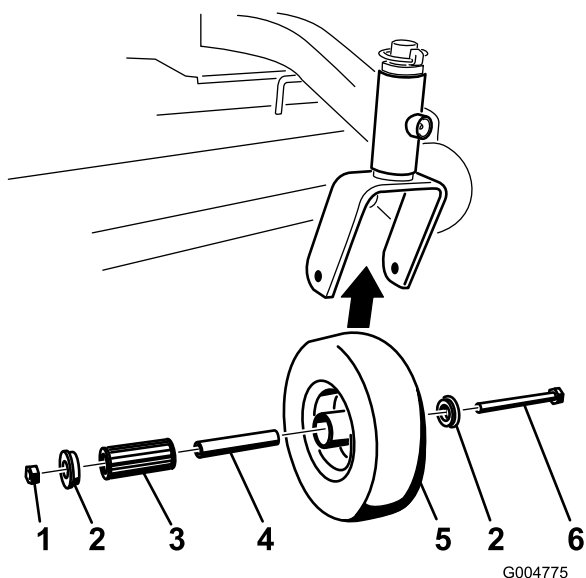

Figura 34
1. Togliete il dado di bloccaggio e il bullone della ruota che sostiene la ruota orientabile sulla forcella orientabile (Figura 34).
2. Togliete una boccola, quindi estraete la boccola chiave e il cuscinetto a rulli dal mozzo della ruota (Figura 34).
3. Togliete l'altra boccola dal mozzo della ruota e pulite via l'eventuale grasso o sporcizia presenti sul mozzo della ruota (Figura 34).
4. Ispezionate il cuscinetto a rulli, le boccole, la boccola chiave e l'interno del mozzo della ruota per verificarne l'usura. Sostituite eventuali parti difettose o usurate (Figura 34).
5. Per il montaggio, collocate una boccola nel mozzo della ruota. Lubrificate il cuscinetto a rulli e il cuscinetto chiave e fateli scorrere nel mozzo della ruota. Posizionate la seconda boccola nel mozzo della ruota (Figura 34).
6. Montate la ruota orientabile nella forcella orientabile e fissatela con il bullone della ruota e il dado di bloccaggio. Serrate il dado di bloccaggio finché la boccola chiave tocca in fondo l'interno delle forcelle orientabili (Figura 34).